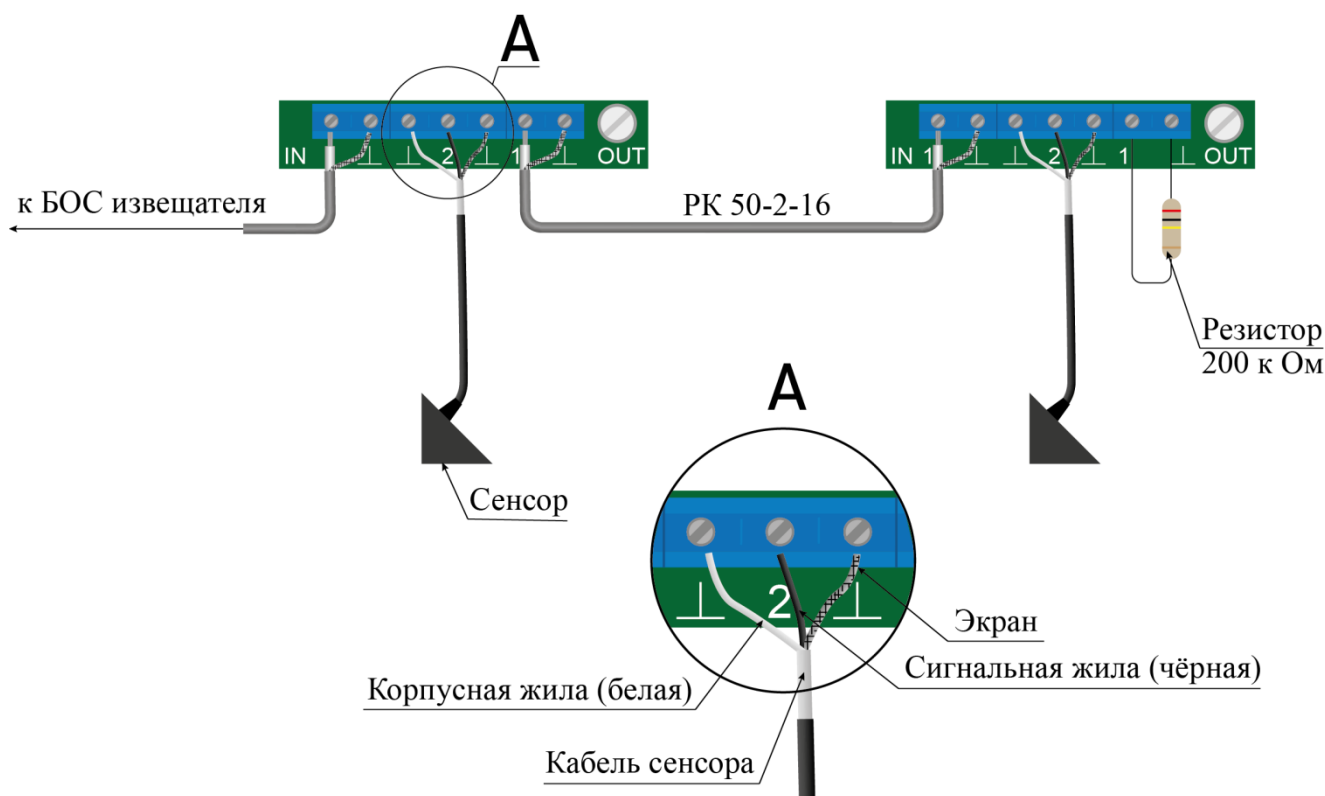

Рисунок 3.4
– центральную жилу кабеля соединительного РК 50-2-16, предназначенного для подключения к входу БОС, подключить к клемме «1 In», а экранирующую оплетку - к клемме «⊥» (рисунок 3.4);
– подключить сигнальную жилу кабеля сенсора (изоляция чёрного цвета) к клемме «2», вторую жилу (изоляция белого цвета) и экран кабеля сенсора подключить к двум крайним клеммам «1» (рисунок 3.4);
– центральную жилу кабеля соединительного РК, предназначенного для подключения к следующему РЧС-Т, подключить к клемме «1 Out», а экранирующую оплетку - к клемме «1» (рисунок 3.4);